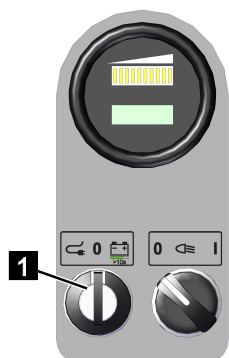

Abb. 68
5. Den Schlüsselschalter (Abb.68/1) auf [0] drehen.